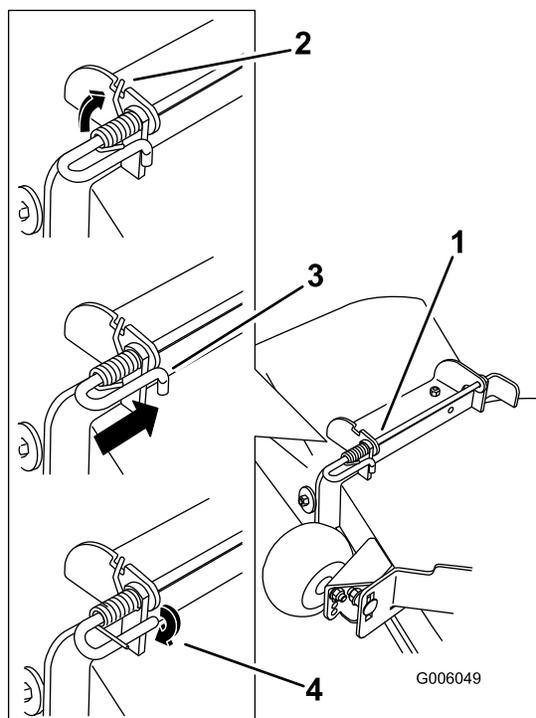

Figure 2
- Positionnez le déflecteur en caoutchouc en plaçant les extrémités du support entre les supports soudés du tablier, comme illustré à la Figure 2.
- Soulevez le côté avec la boucle du ressort et placez-le dans le cran du support de déflecteur (Figure 2).
- Fixez l'ensemble tige et ressort en le tournant de sorte à pouvoir placer l'extrémité courte de la tige derrière le support avant soudé au tablier de coupe (Figure 2).